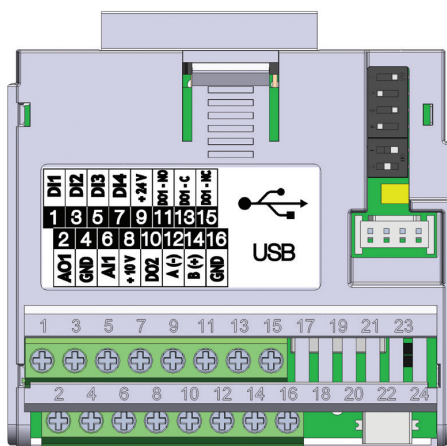

Рисунок 20.3: Подключаемый модуль CFW500-CUSB
Подключаемый модуль CFW500-CUSB имеет интерфейс «Последовательный (1)», подключенный к порту RS-485 через контакты 12 (A-) и 14 (B+), а также «Последовательный (2)», подключенный к порту USB через стандартный разъем mini USB (мини В), см. Рисунок 20.3 на странице 20-1.